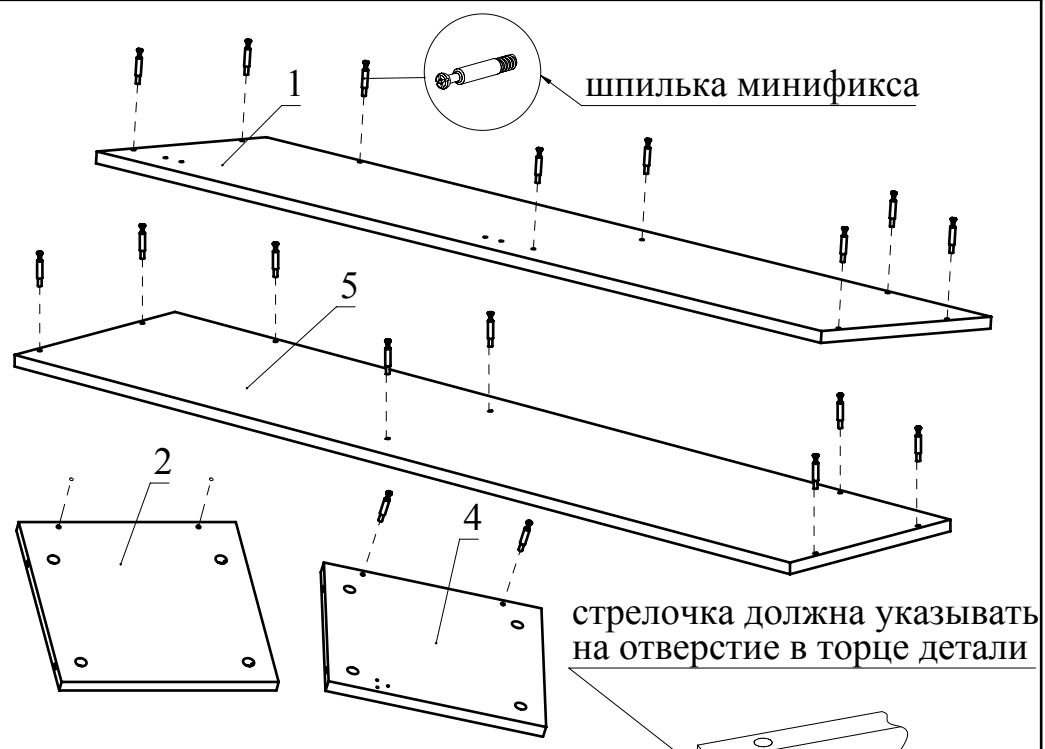

Рис.1
1. Вкрутите шпильки минификсов в детали 1, 2, 4, 5 (Рис. 1).